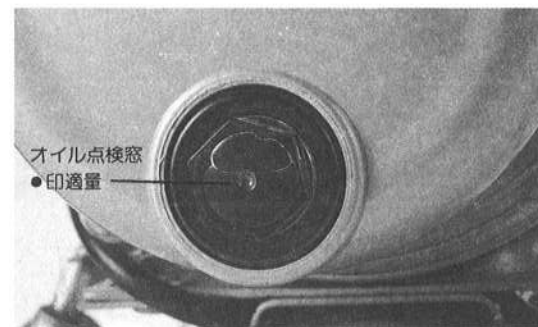

図5
- クランクケースにオイルは注入してありますが、ご使用前に点検して下さい。オイル点検窓のセンターの●印が適量です。オイルは市販のコンプレッサーオイルをご使用下さい。(図5参照) ④コンプレッサーオイルは粘度68番をご使用下さい。